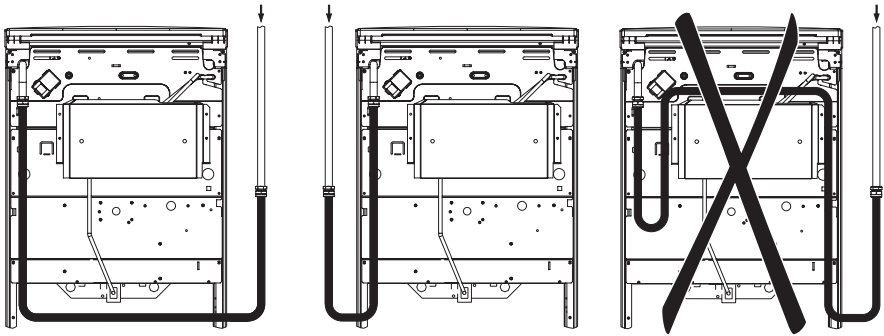

рис. 5
- гибкий присоединительный рукав не должен проходить в зоне горячего воздуха дымохода и касаться задней стенки плиты (рис. 5);
Помните! После установки плиты на место обязательно проверьте положение гибкого шланга подвода газа и шнура питания (рис. 5). Они не должны проходить над дымоходом и касаться задней стенки плиты. Во время работы духовки там возникает высокая температура, которая может их повредить.